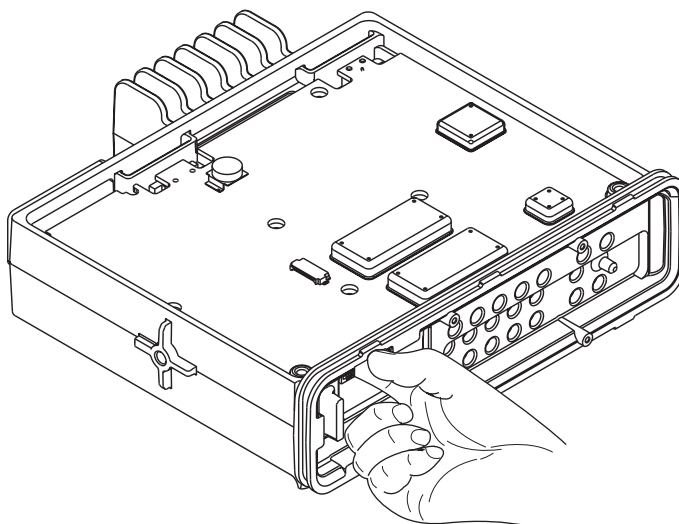

Figura 5-8 Extracción de la tarjeta del transceptor
6. Saque la tarjeta del transceptor; para ello introduzca un dedo dentro de la abertura dispuesta en la parte frontal del radio, presione suavemente hacia arriba sobre el conector de 30 conductores y levante la parte frontal de la tarjeta del transceptor, como se muestra en la Figura 5-8. Seguidamente, deslice la tarjeta del transceptor hacia el frente del radio para poder sacar del chasis los conectores de RF/CC. Manipule la tarjeta del transceptor sólo por los bordes y guárdela en una bolsa antiestática.